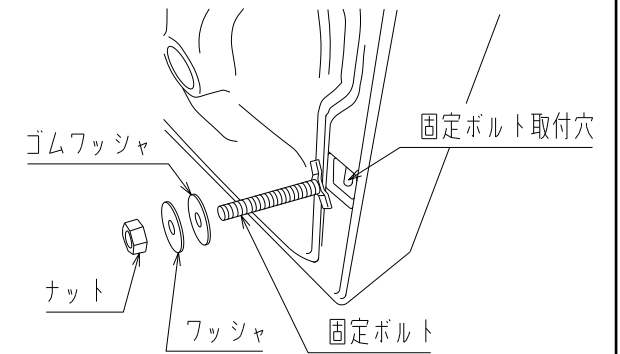

図6
- 1) TボルトセットをL-830の底面にある固定ボルト取付穴に図6のように固定ボルト・ゴムワッシャー・ワッシャー・ナットの順番ではめ込みし、締め付け固定します。